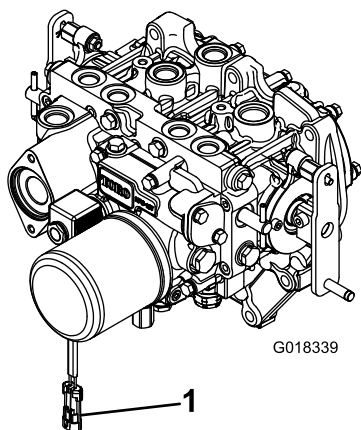

Figure 3
2. Pour empêcher l'engagement involontaire de l'embrayage de PDF, débranchez le connecteur du faisceau de câblage du connecteur de la bobine d'électrovanne de PDF (Figure 3).
8. L'autre bout de l'arbre d'entraînement est accouplée à l'arbre de réducteur de l'accessoire ; branchez le connecteur du faisceau de câblage au connecteur de bobine de l'électrovanne de PDF (Figure 3).